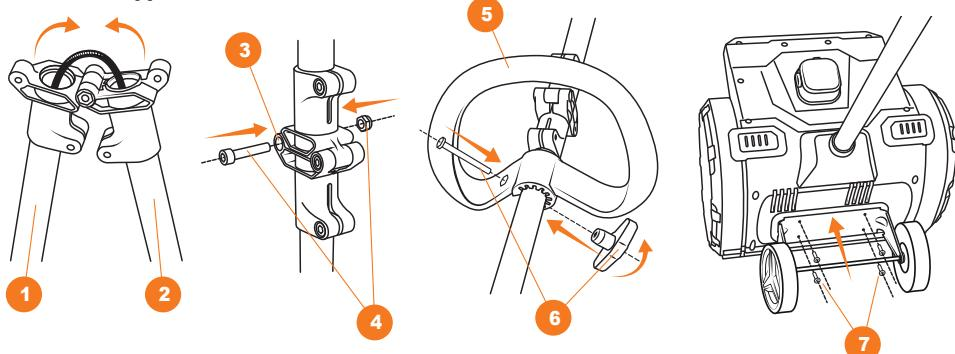

Рис. 3
- Соедините верхнюю **1** и нижнюю часть **2** штанги (Рис. 3)